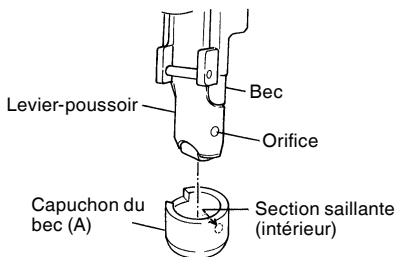

Fig. 12
- Fixez le capuchon du bec (A) à l'extrémité du levier-poussoir lorsqu'on souhaite protéger la surface du bois, etc. contre les rayures.
- (1) Fixation et retrait du capuchon du bec
- Appuyez jusqu'à ce que la section convexe à l'intérieur du capuchon du bec rentre dans l'un des orifices du levier-poussoir. (Fig. 12)